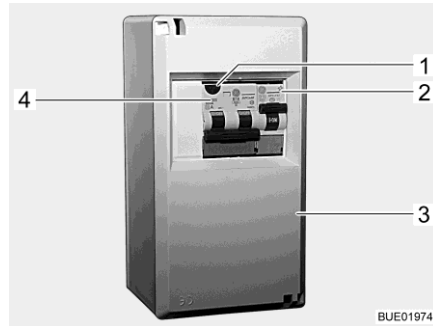

Bild 194 230 V-säkringslåda
En kombinerad jordfelsbrytare/ledningsskyddsbrytare (Bild 194,4) i säkringslådan (Bild 194,3) skyddar hela fordonet mot läckström (0,03 A).
På fordon med extrautrustning (t. ex. klimatanläggning) skyddas apparaten av en extra ledningsskyddsbrytare (10 A) (Bild 194,2).
- När fordonet är anslutet till 230 V-försörjningen: Tryck på kontrollknappen (Bild 194,1). Jordfelsbrytaren måste utlösas.